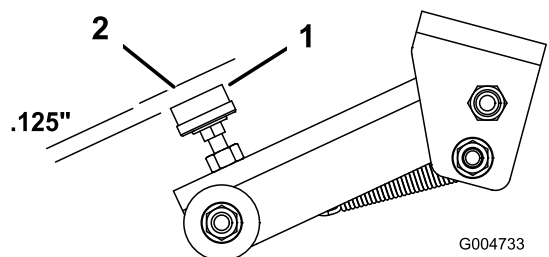

Bild 73
4. Der Abstand zwischen dem Gummikissen der Einstellschraube (Bild 73) und dem Mähwerkriegel sollte 3,2 mm betragen. Wenn der Abstand eingestellt werden muss, lösen Sie die Mutter an der Einstellschraube und stellen Sie sie entsprechend ein. Ziehen Sie die Mutter dann fest.